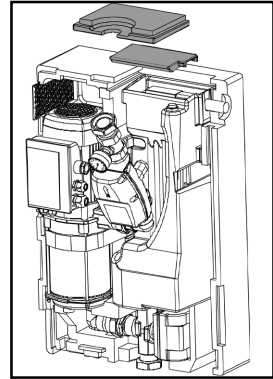

Bild 6
- Durchflußwächter um ca. 45° nach vorne schwenken, siehe Bild 6.
- Entfernen Sie nun den Schaumdeckel, sowie den Deckel des Trinkwasserbehälters, siehe Bild 6 (grau eingefärbt).